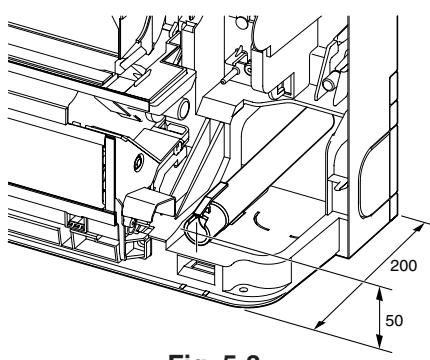

Fig. 5-3
- Bij het aanleggen van de afvoerpijpen dient u afvoerpijp te laten lopen zoals weergegeven. (Fig. 5-3)